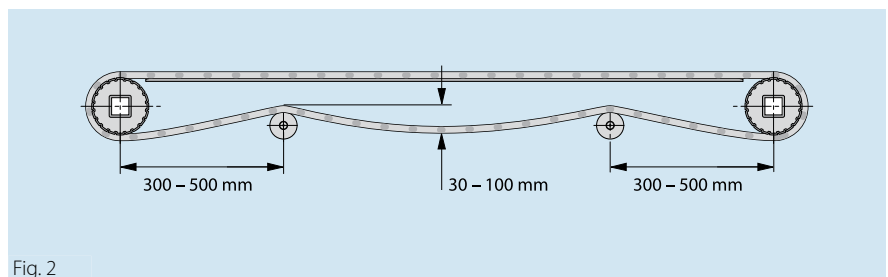

Fig. 2
- transportadores de dimensiones medianas, hasta una distancia entre ejes de aprox. 4000 mm (fig. 2)